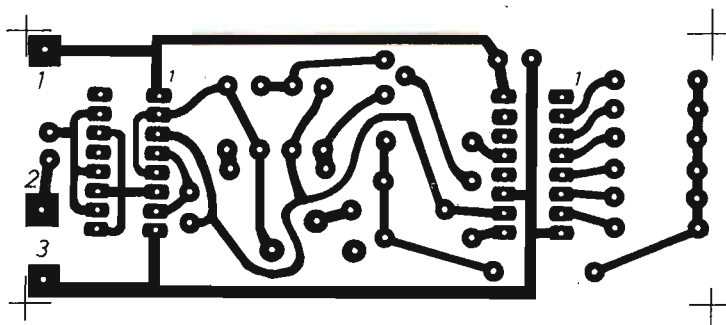

Fig. 3 - Disegno in grandezza reale del circuito stampato da riprodurre su una bassetta supporto di forma rettangolare e delle dimensioni di 9,1 cm x 3,5 cm.
**Fig. 3 - Disegno in grandezza reale del circuito stampato da riprodurre su una delle due facce di una bassetta-supporto, di forma rettangolare, di materiale isolante e delle dimensioni di 6,7 cm x 4,5 cm.**